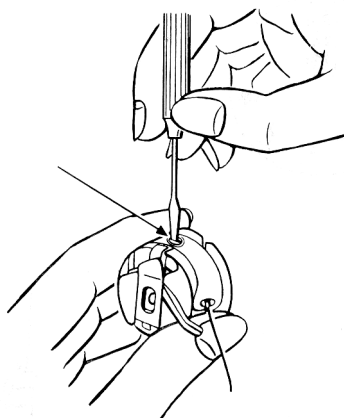

Рис. 17
- Слегка ослабить винт и снова закрутить его, пока при натяжении нити не возникнет некоторого сопротивления (рис. 17).